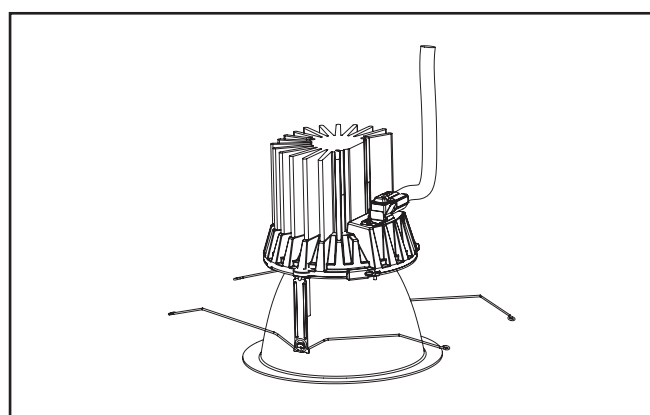

Figure 36
9. Installez le moteur lumineux à DEL et l'assemblage de la garniture en insérant les ressorts de torsion dans les récepteurs en spirale qui se trouvent à l'intérieur du boîtier (Figure 36).